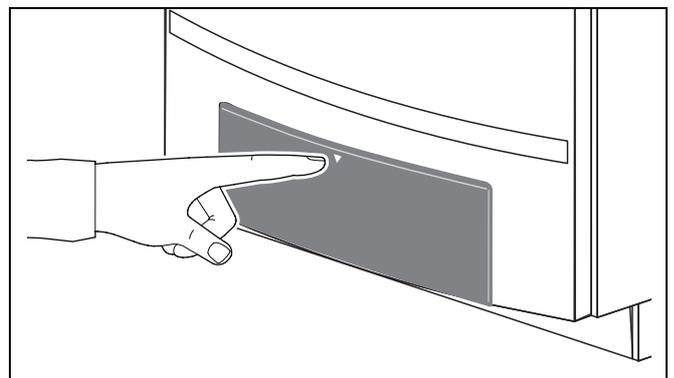

Fig. 96 Chiusura del pannello di servizio
- Chiudere il pannello di servizio esercitando una leggera pressione (fig. 96, pagina 67).
- Chiudere il pannello di servizio esercitando una leggera pressione (fig. 96).